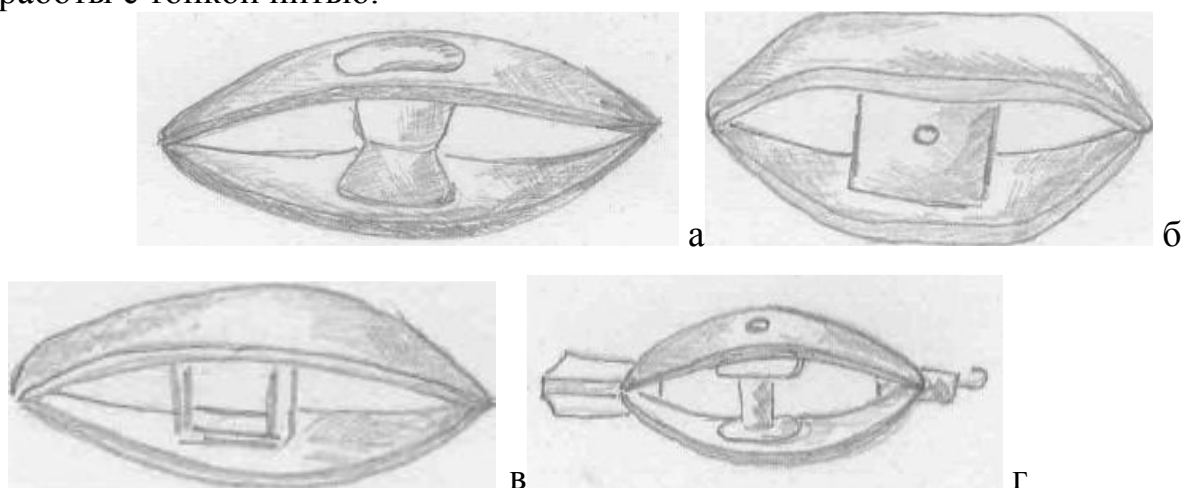

Рис. 1
1. Челнок - основной инструмент для плетения кружева - может быть изготовлен из пластмассы, кости, дерева, оргстекла и других материалов. В продаже встречаются челноки разных размеров (длиной 5 -10 см.). Для работы с толстой нитью необходим более крупный челнок /рис.1, а, б /, а с тонкой – челноки меньших размеров / рис. 1 в, г /. Не следует наматывать нить выше краев пластин челнока - это уменьшает скорость плетения, и, кроме того, нить пачкается. Челноки с ручной намоткой нити состоят из двух изогнутых пластин, имеющих форму вытянутых овалов, заостренных на концах. Пластины соединены между собой перемычкой так, что концы их плотно прижимаются друг к другу. Нить должна выходить из челнока со щелчком, иначе при работе она будет самопроизвольно разматываться. Форма пластин принципиального значения не имеет, однако удобный челнок обеспечивает быстрое и аккуратное исполнение изделия. Высота перемычки в челноке равна ширине пластины или чуть меньше. Челноки с механизированной намоткой нити / индийского производства / очень удобны в работе / рис. 1 г /. Они снабжены съемной шпулькой и крючком. Намотка нити на шпульку осуществляется на швейной машине. Концы пластин у этих челноков запаяны. Приобретая такой челнок, необходимо обратить внимание на то, чтобы шпулька подходила к вашей швейной машине. Расстояние между пластинами шпульки в этом челноке 0,6 - 0,7 см., он предназначен для работы с тонкой нитью.